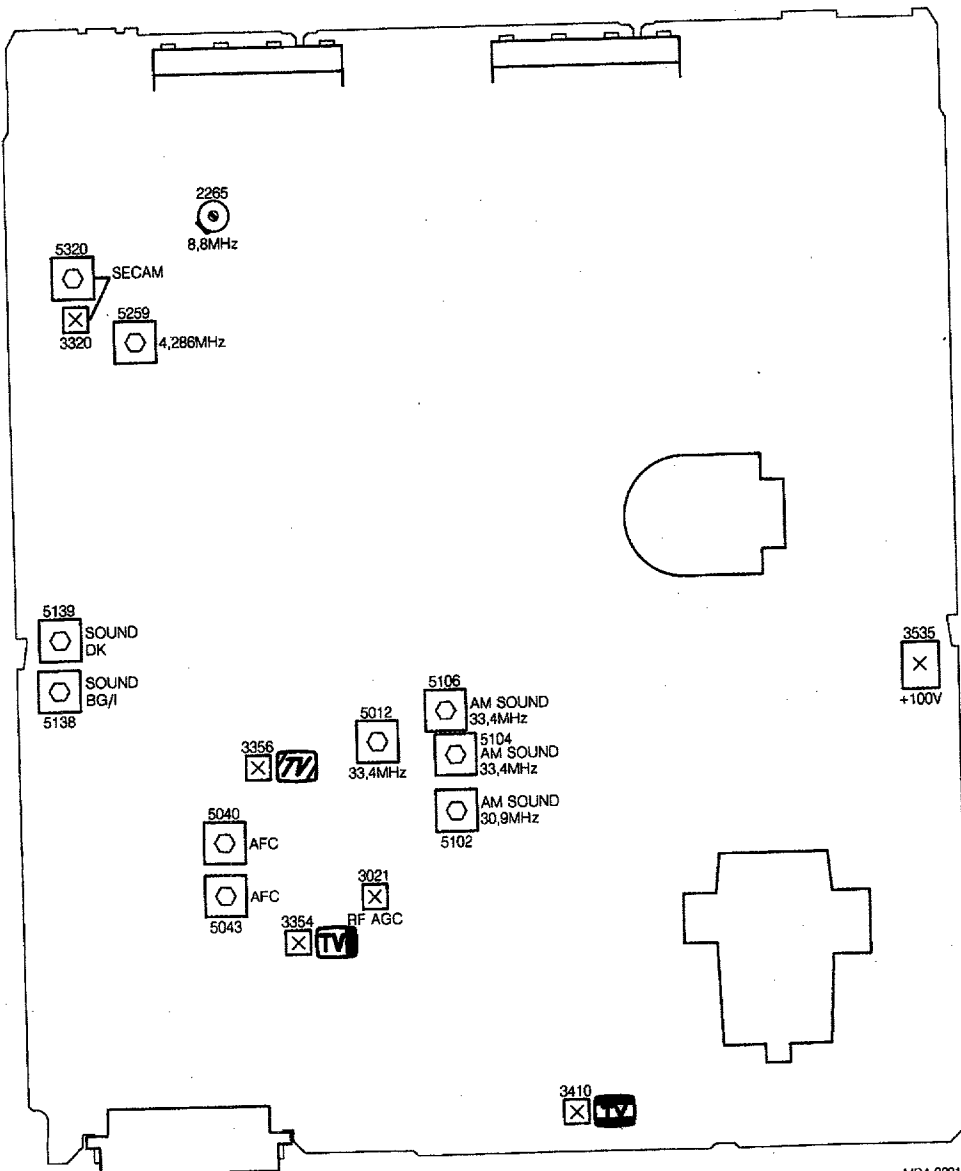

Fig. 7
1. Instellingen op het hoofdpaneel (Fig.7)
1.7 Het MF filter voor PAL/SECAM BGLL'- of PAL/SECAM BGLL'I apparaten (zie Fig. 7)